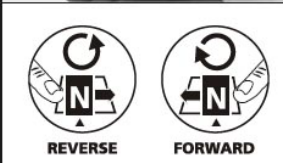

FIG.5
**ROTATIONAL DRIVE SELECTION - FIG. 5**